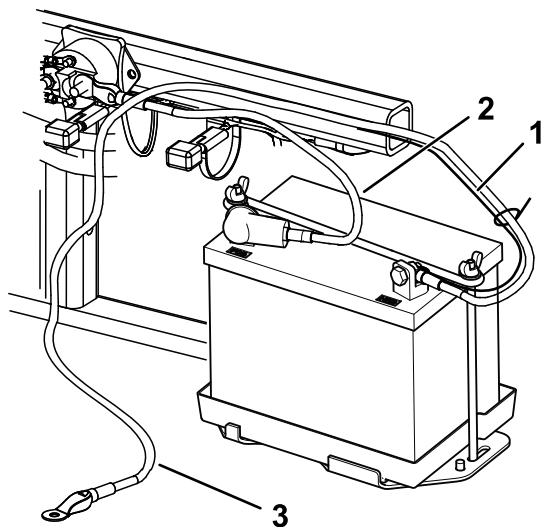

Рисунок 6
- Закрепите положительный провод (красный) на положительной (+) клемме болтом (¼ x ⅝ дюйма) и контргайкой (Рисунок 6).
3. Подсоедините короткий черный провод и отрицательный кабель (черный) к отрицательной (-) клемме аккумулятора болтом ($\frac{1}{4} \times \frac{5}{8}$ дюйма) и контргайкой ($\frac{1}{4}$ дюйма) (Рисунок 6).